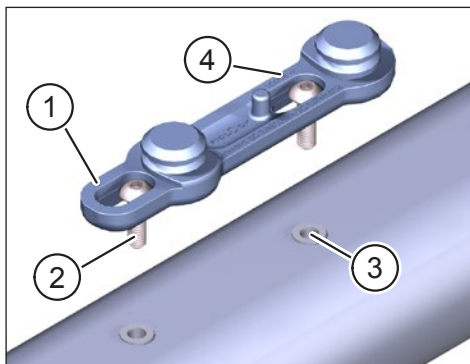

Abb. 1: FIDLOCK® Bike Base am E-Bike befestigen
- Befestigen Sie die FIDLOCK® Bike Base (Pos. 1 in Abb. 1) mit den beiden Linsenkopfschrauben (Pos. 2 in Abb. 1) in den dafür vorgesehenen Bohrungen (Pos. 3 in Abb. 1, Vorgaben des Fahrradherstellers beachten) im E-Bike-Rahmen.